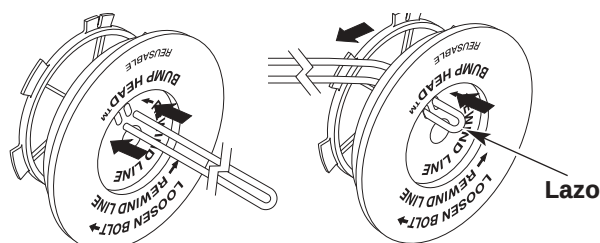

Fig. 35
6. Tome aproximadamente 12,2 m (40 pies) de nueva línea de corte, enlázela en dos longitudes iguales. Inserte cada extremo de la línea a través de uno de los dos orificios del carrete interior (Fig. 35). Pase la línea a través del carrete interior de modo que el lazo sea lo más pequeño posible.